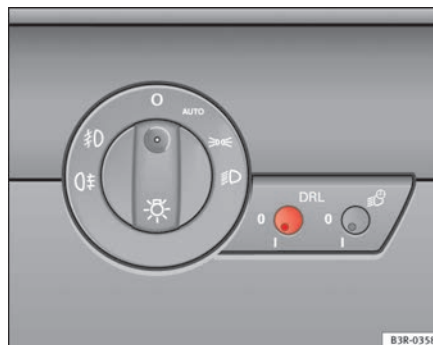

Fig. 90 Interruttore delle luci diurne
- Premere l'interruttore ⇒ pag. 125, fig. 90 per sbloccarlo.